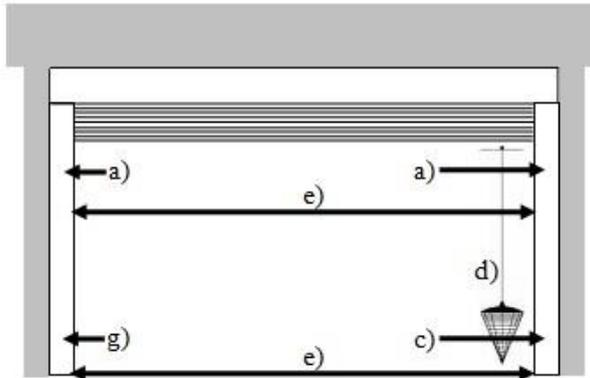

Figure 1
- Vérifier l'aplomb latéral de la coulisse de droite (figure 1) et la caler si besoin
- Vérifier le parallélisme des coulisses (figure 1)